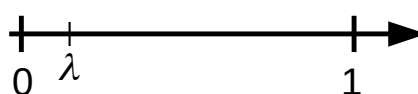

Abbildung 1: Vorlage zur Erklärung der Bedingung für den radioaktiven Zerfall in der Simulation.
1. **Erklären Sie die Bedingung für den Zerfall eines Kerns** anhand eines Zahlenstrahls, wie er in **Abbildung 1** vorgegeben ist, wenn Sie die Atomkerne eines Ensembles durchgehen, um zu bestimmen, welcher Kern zerfällt. Dabei ist $\lambda = p/\Delta t$ die Zerfallswahrscheinlichkeit pro Zeiteinheit. In der Simulation gilt $\lambda = p$, wobei p auch die entsprechende Variable im Programm ist. Diese müssen Sie mit Ihren gewürfelten Zufallszahlen vergleichen.